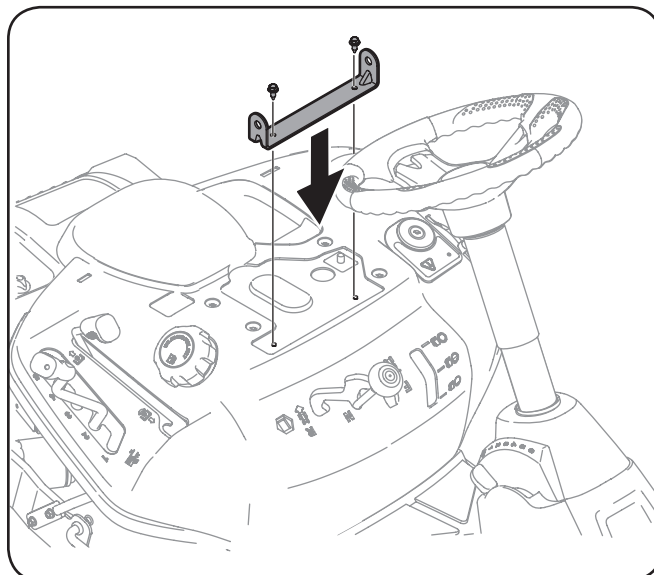

Figura 3-6
3. Alinee el soporte del asiento en su lugar sobre los orificios de los que extrajo los tornillos autorroscantes, como se indica en la Figura 3-6.